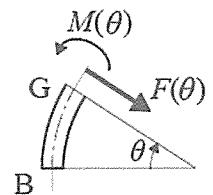

図3
(1) 仮想切断後の DE 部について、断面 D に生じる力 R_{D1} とモーメント M_{D1} の大きさと向きを答えよ。
(2) 仮想切断後の BCD 部について、断面 D に生じる力 R_{D2} とモーメント M_{D2} の大きさと向きを求めよ。
(3) 仮想切断後の AB 部について、断面 A に生じる力 R_A とモーメント M_A の大きさと向きを求めよ。
(4) 区間 BCD について、図3に示すように任意の角度 θ (はりの位置 G) で仮想切断したとき、はりの中心軸に垂直な断面のせん断力 $F(\theta)$ 、および曲げモーメント $M(\theta)$ を求めよ。なお、図の力とモーメントの矢印の向きを正とする。
(5) 曲がりはり ABCDE の SFD と BMD を求めよ。
(6) 曲がりはり ABCDE について、はりの中心軸に垂直な断面の垂直応力の中で、最大の圧縮応力が生じる位置を座標で答えよ。また、その圧縮応力の大きさを求めよ。なお、直径 d の中実丸棒の図心を通る軸の断面2次モーメントは $\frac{\pi d^4}{64}$ である。